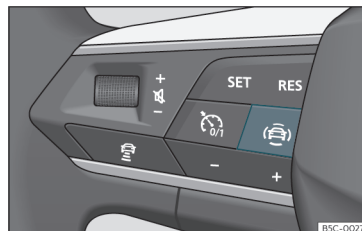

Abb. 62 Linke Seite des Multifunktionslenkrads: Taste für die Fahrerassistenzsysteme (modellabhängig).
- Taste  **Abb. 62** drücken, um das Menü **Assistenten** zu öffnen.